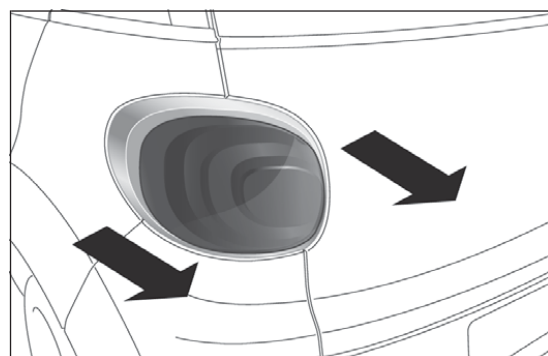

Abb. 185
- Ziehen Sie die Scheinwerfergruppe mit beiden Händen in Pfeilrichtung Abb. 185 heraus;